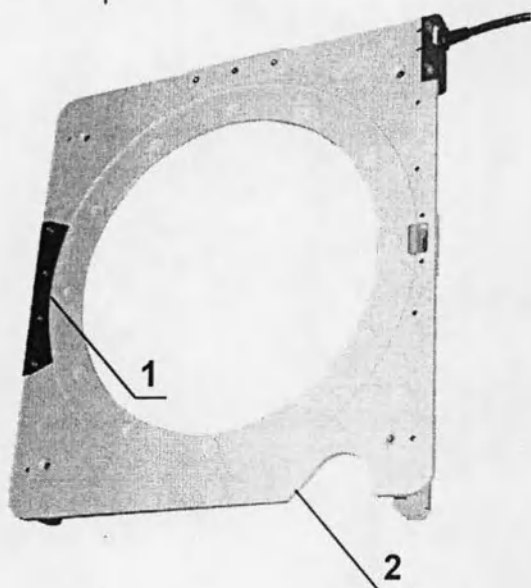
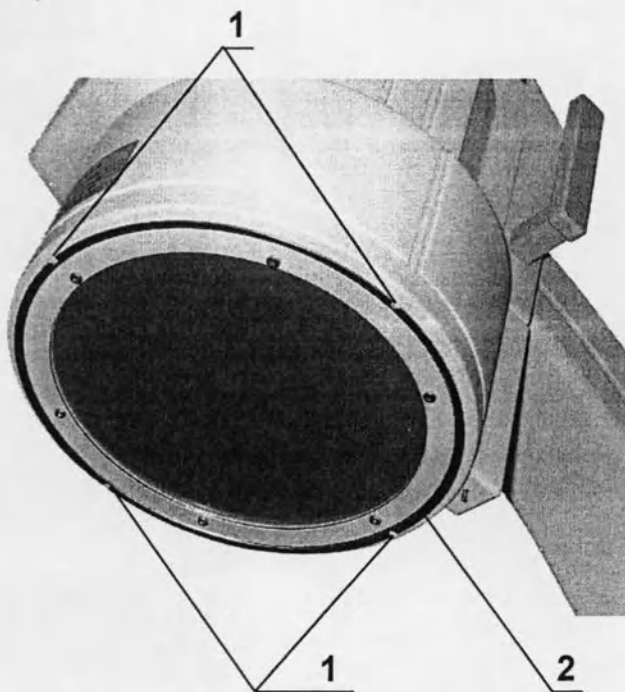

Рис. 2.18. Кассетодержатель
Рис. 2.19. Электронно-оптический блок
- **Приготовьте кассетодержатель** (рис.2.18).
- Определите удобное для Вас **положение кассетодержателя** на электронно-оптическом блоке. На РТС-612 возможно 4 фиксированных положения кассетодержателя. Каждое положение определяется выступом на кассетодержателе (рис.2.18, поз.1) и пазом (рис.2.19, поз.1) на рамке (рис.2.19, поз.2) электронно-оптического блока.
- **Возьмитесь** одной рукой за **кассету** (рис.2.25), используя для этого вырез на кассетодержателе (рис.2.18, поз.2).